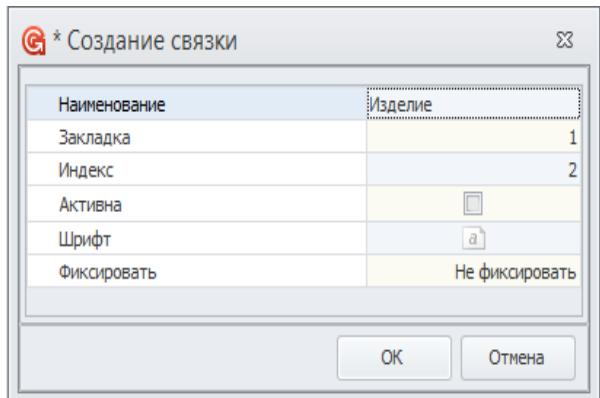

Рисунок 277: Окно "Создание связи"
12.3.1 В поле «Наименование» ввести значение **Изделие** (рис.277).